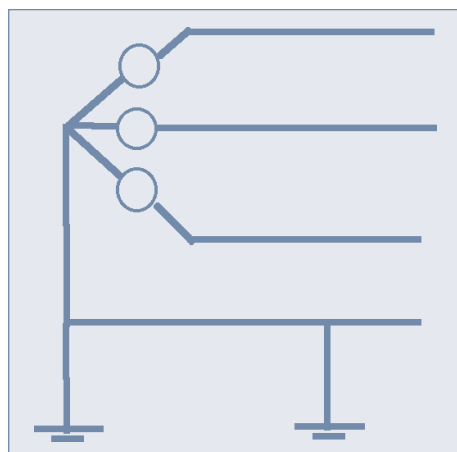

Figure 2 : Le neutre est directement relié à la terre.
b) le neutre est directement relié à la terre (figure 2). Avec un potentiel du neutre solidement fixé à la terre, les tensions phase/neutre sont nettement moins perturbées en cas de déséquilibre. C'est le choix retenu pour les réseaux de distribution basse tension français. Cette mesure contribue à limiter pour certains types de défauts le niveau des surtensions.